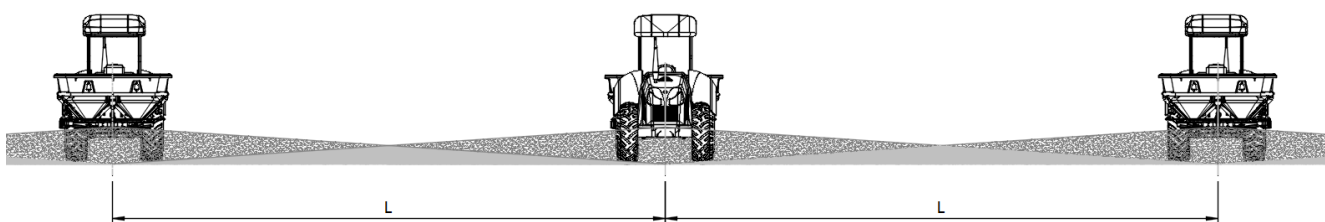

Figura 4.8 – Ex. espalhamento em triângulo - 100% de sobreposição
A utilização da máquina para espalhar à largura total (L) de alcance faz-se sem o uso dos dispositivos apresentados anteriormente. Para este tipo de trabalho, o mais comum, a máquina executa um esquema de espalhamento idêntico ao representado na figura seguinte (*Figura 4.8*), normalmente em forma de triângulo, cuja sobreposição é aproximadamente de 100%.